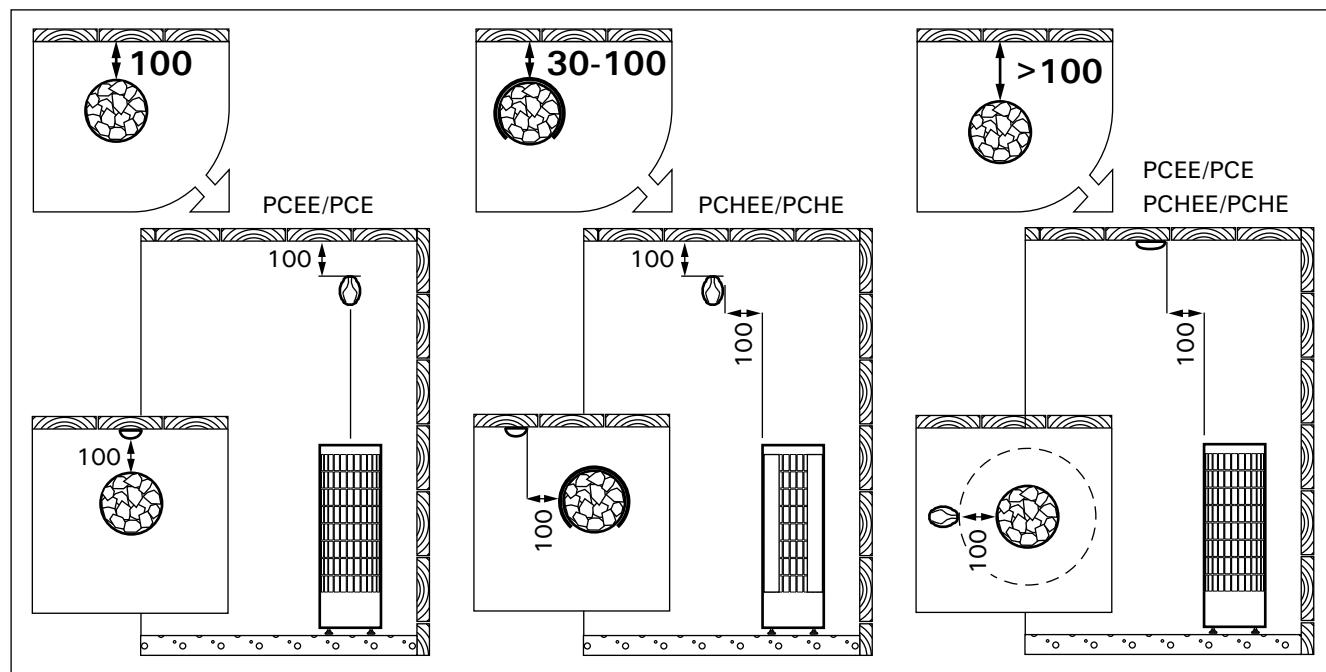

Рисунок 6. Установка температурного датчика (все размеры приведены в миллиметрах)
- PCEE:** Установите датчик на стену сауны, как показано на рис. 6. Вставьте кабель датчика в разъем нагревателя по принципу цветового соответствия.
- PC-E:** Установите датчик (WX247 поставляется вместе с каменкой) на стену сауны, как показано на рис. 6.
Датчик следует устанавливать в место, указанное в данной инструкции (рис. 6). Если не соблю-